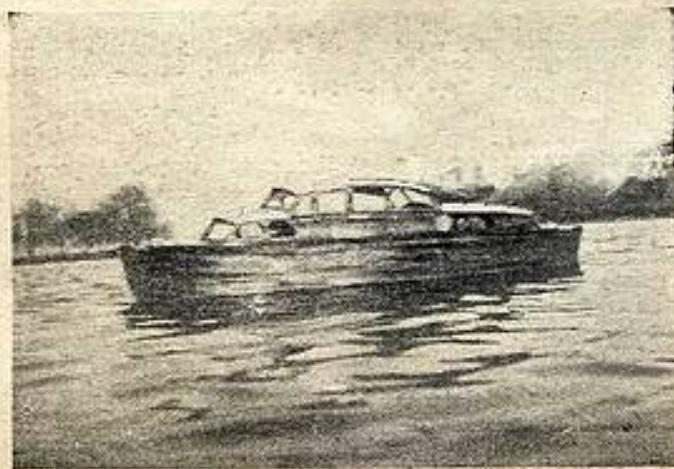

Fig. 1. — La vedette « Stardust » réalisée par Jack Gascoigne.
C'est ainsi qu'il aboutit à la belle réalisation de la figure 1. Cette vedette est entièrement étanche et ne comporte pas de « cockpit ». Les côtés de la cabine sont solidaires de la coque et des ponts, seuls les toits de la cabine sont amovibles en vue d'accéder à l'intérieur. C'est ce mode de construction qui a été jugé le plus rationnel par l'auteur, car il assure l'étanchéité parfaite réclamée par la condition énoncée en (2). La longueur totale de cette maquette est d'un peu plus d'un mètre et sa plus grande largeur d'environ 30 cm. Elle pèse, en ordre de marche, 8,100 kg. approximativement.